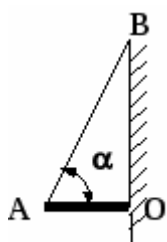

Рис. 1
1. Однородный стержень АО длиной l и массой $m = 15$ кг, расположенный горизонтально и шарнирно закреплённый в точке О, удерживается нитью АВ, образующей со стержнем угол $a = 60^\circ$ (см. рис. 1). Определить величину силы реакции опоры в шарнире.